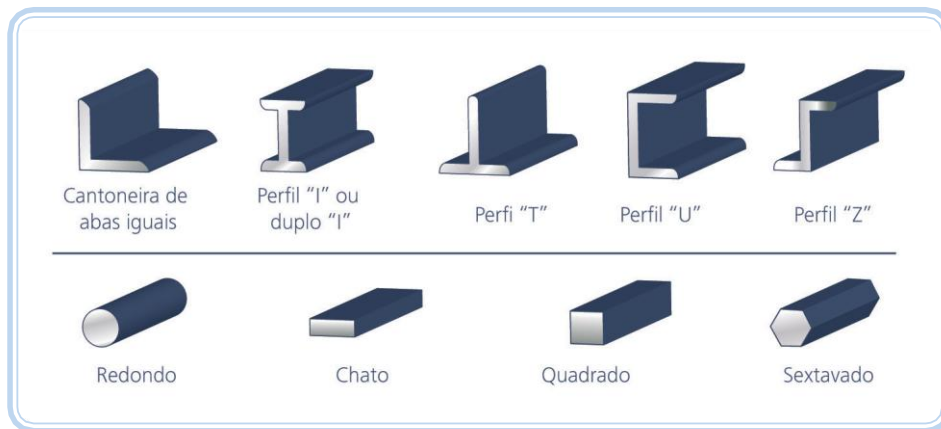

Figura 1.5: Perfis
- a) **Vergalhões e perfilados** – são vergalhões laminados em perfis especiais, tais como na Figura 1.5.